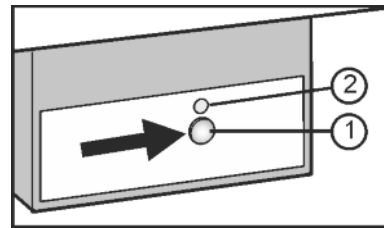

Fig. 18
- ▶ Taste On/Off Fig. 18 (2) drücken, so dass die LED Fig. 18 (2) leuchtet.